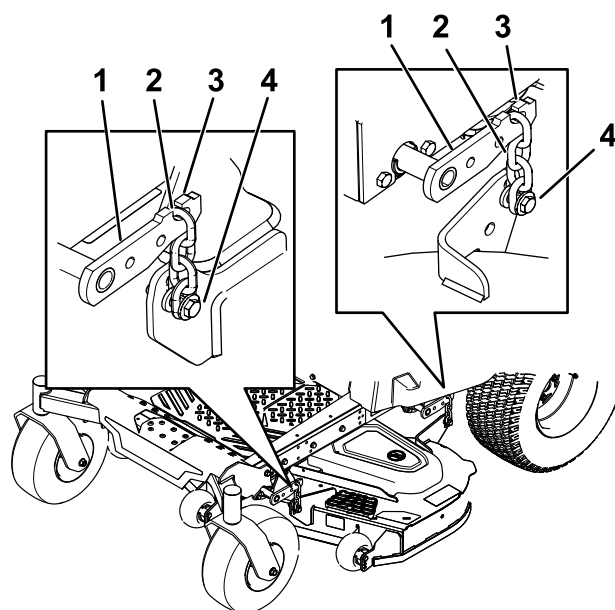

Figura 75
5. Allentate i dadi di regolazione in tutti e 4 gli angoli facendo in modo che il piatto di taglio poggi saldamente su tutti e 4 i blocchi (**Figura 75**).
6. Verificate che vi sia tensione in tutte e 4 le catene (**Figura 75**).
7. Serrate i 4 bulloni di regolazione (**Figura 75**).